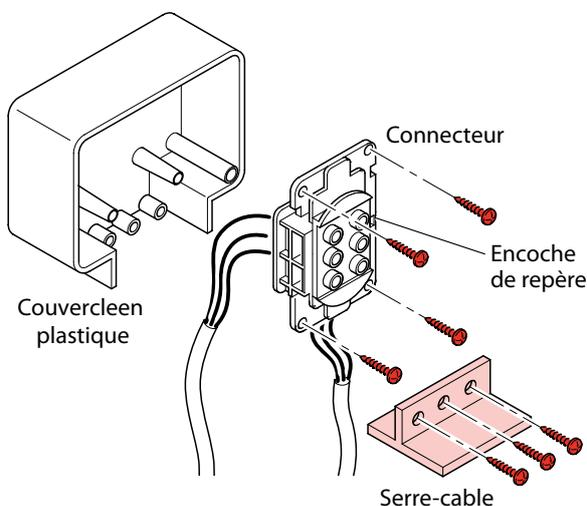

Fig. 3
2. Branchez le connecteur sur le couvercle en plastique en le fixant par les vis prévues à cet effet, ensuite fixez les fils sur le couvercle par un serre-câble (voir fig. 3).
Les câbles qu'ils sont inclus dans le kit accessoires de l'onduleur, sont équipé avec des prises et une fiche avec une courant maximum de 16A. On se conseille donc d'utilise un câblage direct entre le tableau électrique et le connecteur Entrée/Sortie de l'onduleur (selon les instructions de branchement à page 11, figures 3 et 4) dans les installations où la courante en entrée de l'onduleur est au-dessus de 16A (exemple : MegaLine 3750 ou 5000 avec Vin=184V).